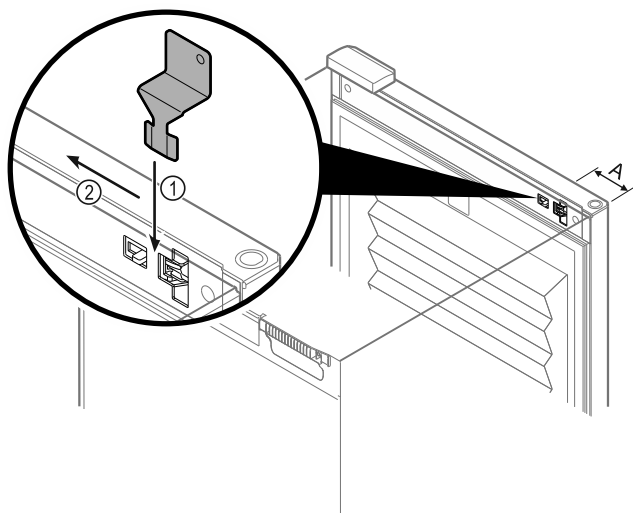

Fig. 218
- ▶ Placera nödupplåsningssnyckeln på det avsedda stället Fig. 218 (A) ≈ 100 mm.
- ▶ Stick in nödupplåsningssnyckeln ovanifrån mellan dörren och skåpet tills det tar stopp Fig. 218 (1).
- ▶ Dra nödupplåsningssnyckeln mot gångjärnssidan Fig. 218 (2).